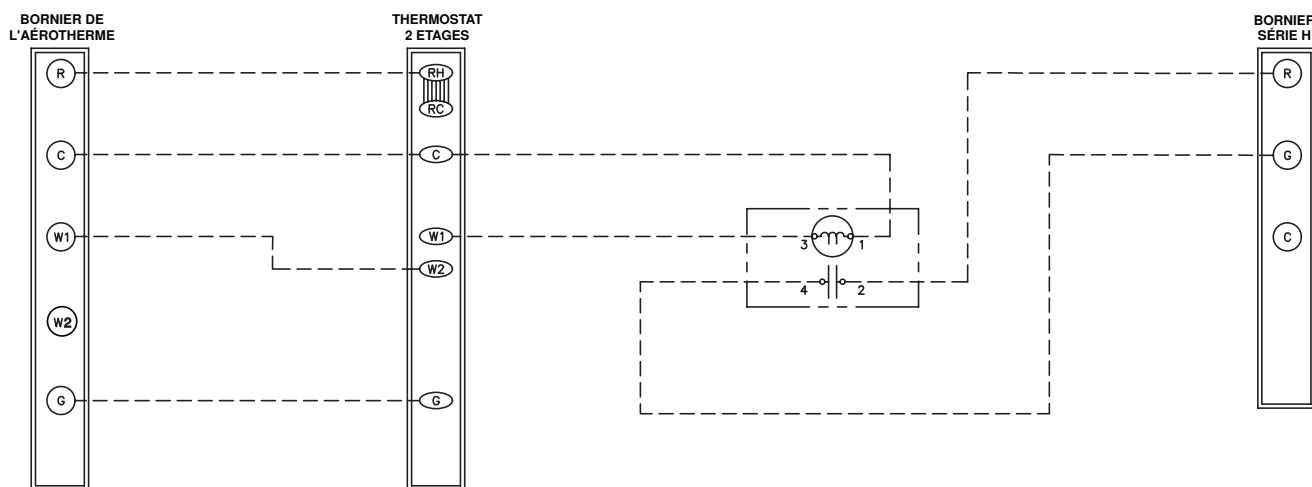

Figure 8. Schéma de câblage pour le chauffage et le ventilateur de déstratification
- Si l'installation comprend un réchauffeur et un ventilateur de déstratification modèle H contrôlés par un seul thermostat à deux étages, assurez-vous que le câblage est conforme au schéma de câblage illustré à la **Figure 8**.